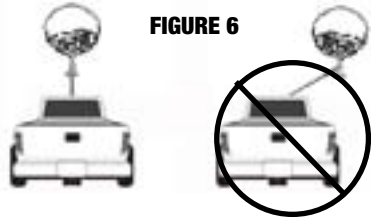

FIGURE 6
14. ÉVITEZ LA TRACTION CONTINUE À PARTIR D'ANGLES EXTRÊMES. Cela causerait un empiement du câble métallique et un blocage dans le treuil, entraînant des dommages au câble métallique ou au treuil (Figure 6).